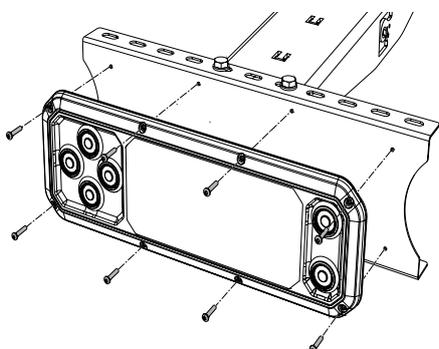

Figura 47. Montaje del panel del control CD 20
3. Monte el dispositivo de control en la placa de sujeción, véase Figura 47.